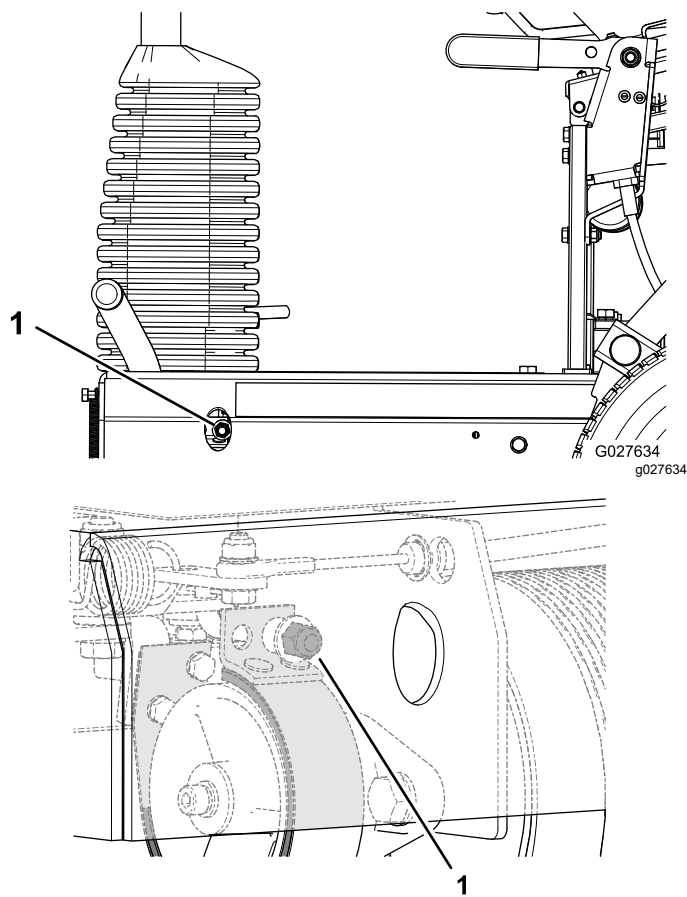

Figura 35
- Pentru a măări fora de frânare, rotiți contrapiula frânei în sensul acelor de ceasornic (Figura 35).
- Pentru a reduce fora de frânare, rotiți contrapiula frânei în sens invers acelor de ceasornic (Figura 35).